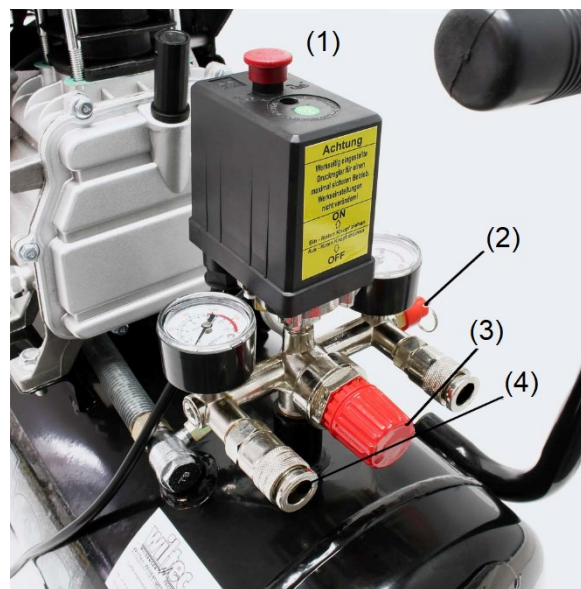

Abbildung 2
- Öffnen Sie das Auslassventil, stellen Sie den Knopf des Druckschalters auf „ON“ (**Abb. 2**), lassen Sie den Kompressor 10 min ohne Last laufen, um die Schmierung der beweglichen Teile vor dem regulären Betrieb sicherzustellen.
- Der Kompressor wird bei normalem Betrieb über einen Druckschalter gesteuert. Er stoppt automatisch, wenn der Druck auf den Höchstwert steigt, und startet wieder, wenn der Druck auf den Mindestwert sinkt. Der Nenndruck wurde bei der Herstellung voreingestellt. Ändern Sie ihn nicht leichtfertig. Sobald der Motor die Druckluft in der Druckleitung abgeschaltet hat, sollte sie durch das Auslassventil unter dem Schalter abgelassen werden. Dies ist für ein Wiederanlaufen notwendig, sonst wird der Motor beschädigt. Der Nenndruck kann durch Drehen der Einstellschraube des Schalters eingestellt werden (**Abb. 2**).
- Der Ausgangsdruck der Druckluft kann über ein Regelventil eingestellt werden (**Abb. 2**). Ziehen Sie den Knopf des Regelventils nach oben und drehen Sie ihn im Uhrzeigersinn, um den Druck zu erhöhen.